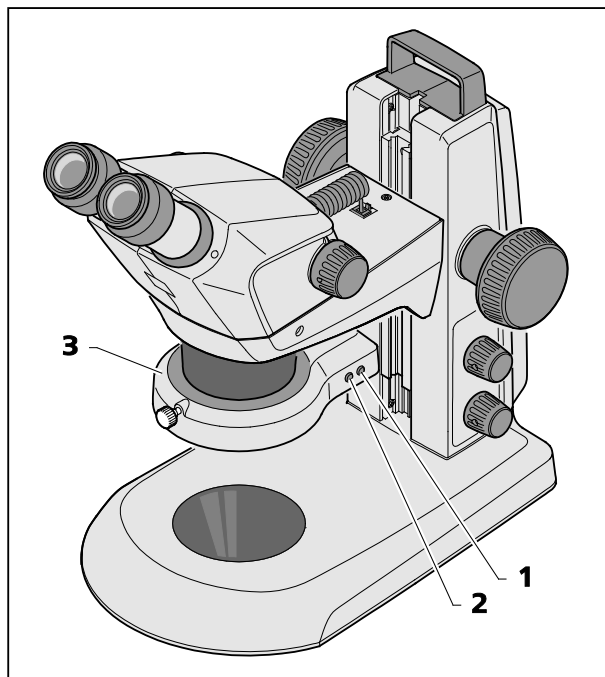

图 23 环状光源
- 依次按下前端按钮(图 23/2)可以在四种不同的环状光源 (图 23/3)照射状态中切换:
- 单击后侧按钮 (图 23/1), 所设部位将以顺时针方向每次转动四分之一圈。
- 长按至少 2 秒后侧按钮 (图 23/1), 所设部位将持续旋转 (每一步 1/8 圈, 每转一次 1 秒)。
- 再点击一次后侧按钮 (图 23/1) 转动将停止, 观察对象再次从后面发光。